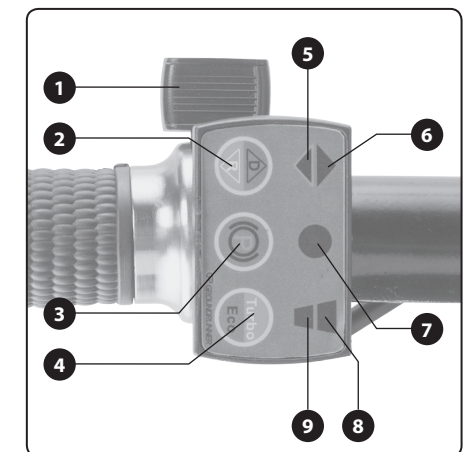

Abb. 5, Position – Beschreibung
- Der Elektroantrieb wird mit der Taste (siehe Abb. 5, Position 1) aktiviert, wobei das Drücken derselben Taste die Geschwindigkeit reguliert. Mit der Taste (Abb. 5, Position 2) wird die Drehrichtung (Fahrtrichtung) und mit der Taste (Abb. 5, Position 4) die Antriebsleistung (Motorleistung) eingestellt. Drücken Sie die Taste (Abb. 5, Position 3), um die Bremse zu aktivieren und die Bewegung zu stoppen (die Raddrehung zu blockieren). Weitere Informationen zum Einstellen des Elektroantriebs sind in der Beschreibung des Bedienfelds aufgeführt (Abb. 5).